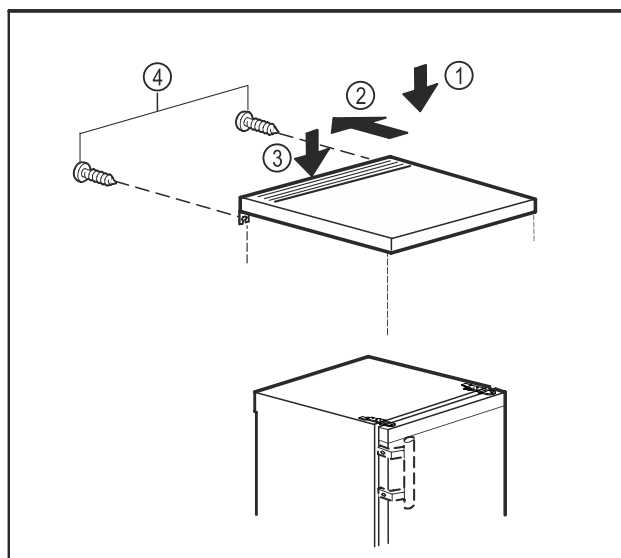

Fig. 19
- ▶ Положите столешницу на устройство. *Fig. 19 (1)*
- ▶ Сдвиньте столешницу назад. *Fig. 19 (2)*
- ▶ Нажмите на столешницу сзади вниз. *Fig. 19 (3)*
- ▶ Затяните винты на задней стенке. *Fig. 19 (4)*